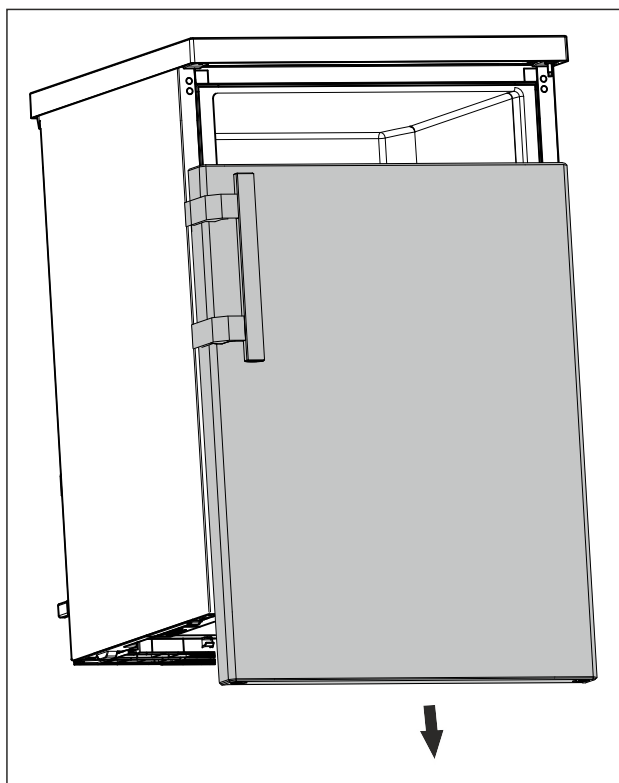

Fig. 9
- Fjern døren nedover. (se Fig. 9)